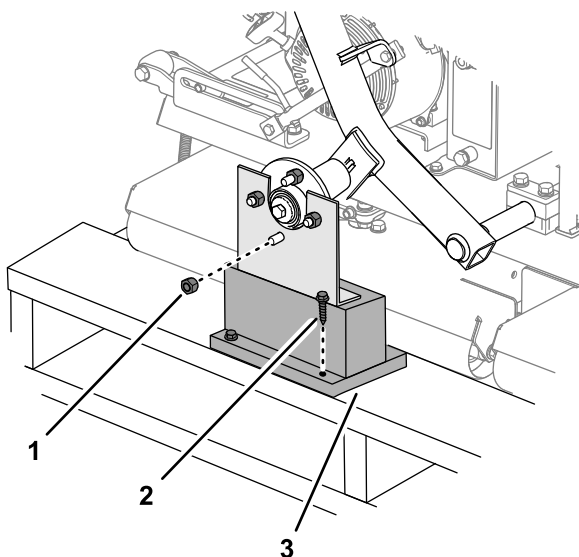

Рисунок 3
1. Снимите зажимные гайки, крепящие ступицы колес к транспортировочным кронштейнам (Рисунок 3).
2. Отверните другую зажимную гайку, накрученную на шпильку ступицы колеса (Рисунок 3).
3. Отверните глухарь, крепящие транспортировочные кронштейны к поддону, и снимите кронштейн (Рисунок 3).